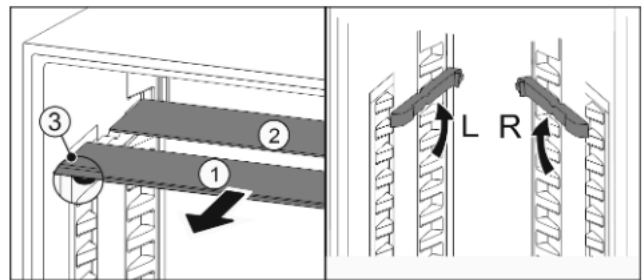

Fig. 19
- ▶ estrarre i ripiani di vetro singolarmente tirando in avanti Fig. 19 (1).
- ▷ Il piano in vetro Fig. 19 (1) con il motivo ornamentale è nella parte anteriore.
- ▷ I fermi Fig. 19 (3) sono rivolti verso il basso.